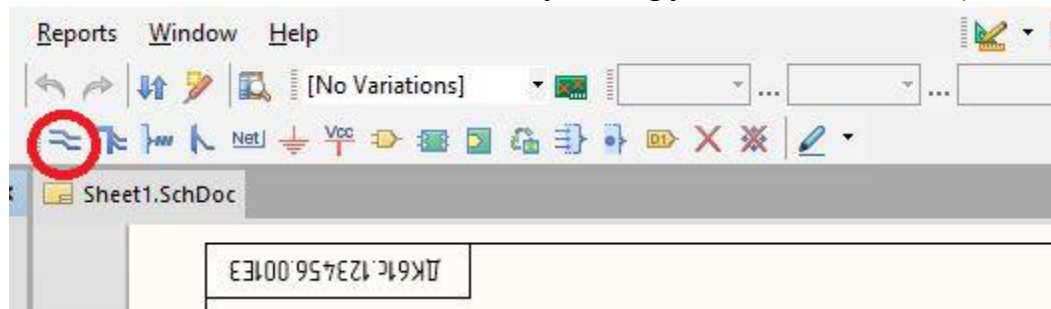

Рис.5. Place Wire
1.5. Для з'єднання компонентів існує інструмент **Wire** (Рис.5).